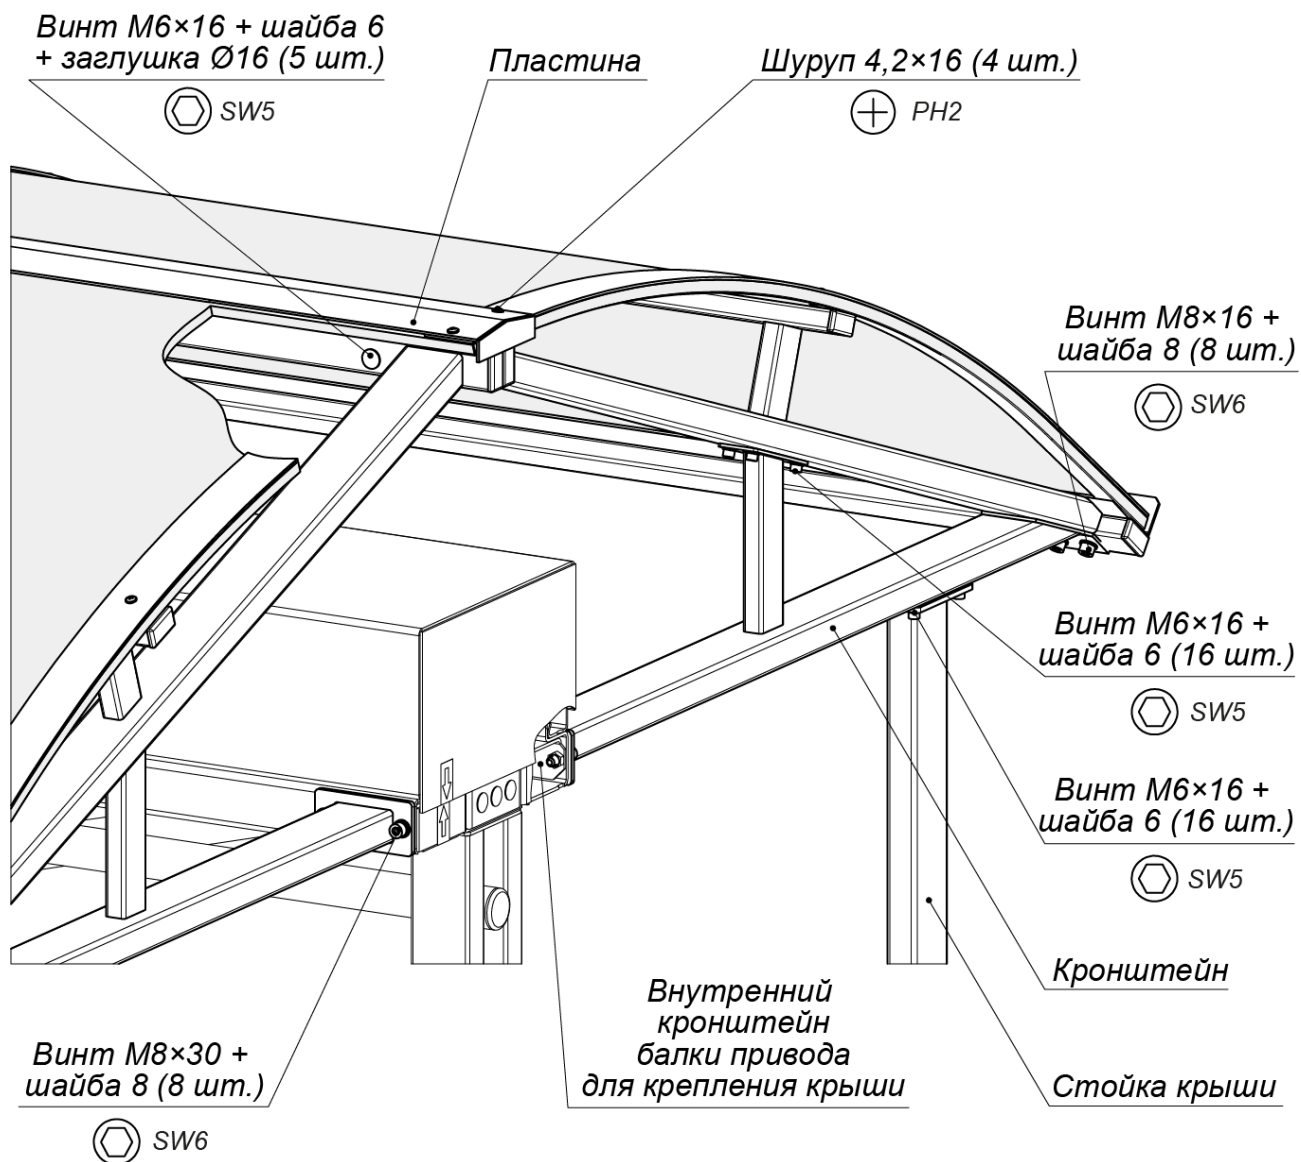

Рисунок 4. Монтаж крыши к балке привода турникета
7. Поднимите кронштейн на верхнюю горизонтальную площадку стойки, совмещая крепежные отверстия и отверстия в стойках и сориентировав фланец кронштейна на боковой поверхности балки привода турникета. Зафиксируйте кронштейн болтами M6×16 на каждой стойке, ключ SW5 (см. рис. 4).